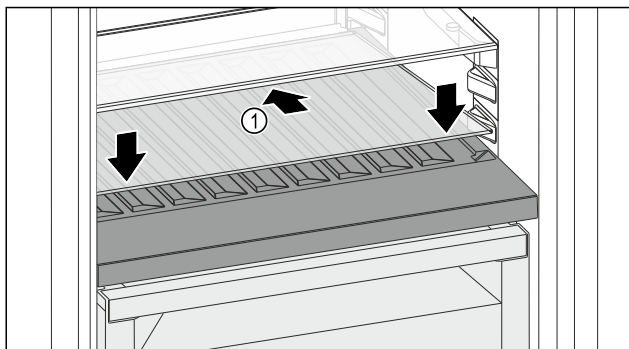

Fig. 146
- ▶ Skleněnou desku Fig. 146 (1) zasuňte šikmo a skloněnou dozadu dolů.
- ▶ Skleněnou desku Fig. 146 (1) vpředu spusťte dolů.